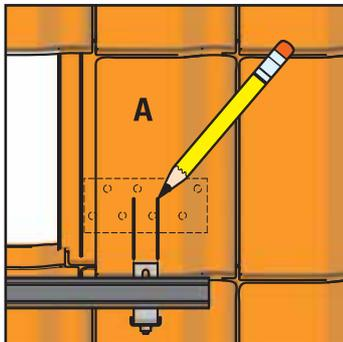

Figura 3-14 Contrassegnare la posizione del gancio da tetto
14. Contrassegnare i punti in cui i ganci da tetto attraversano le tegole (Figura 3-14).